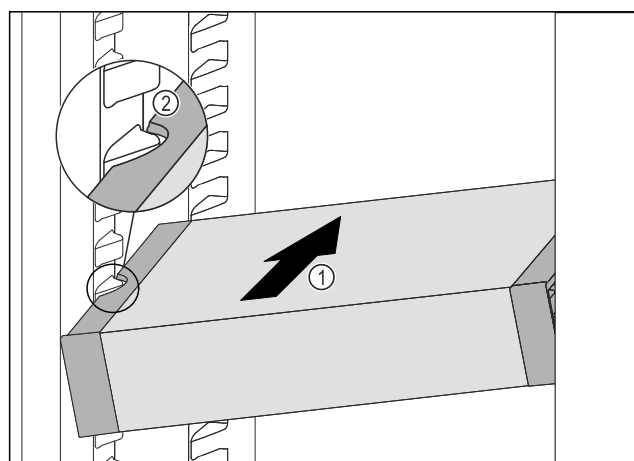

Fig. 112
- ▶ VarioSafe wsunąć ukośnie do chłodziarki *Fig. 112 (1)*, aż boczne wycięcia *Fig. 112 (2)* VarioSafe będą się znajdować na wysokości żeber pojemnika w chłodziarce.